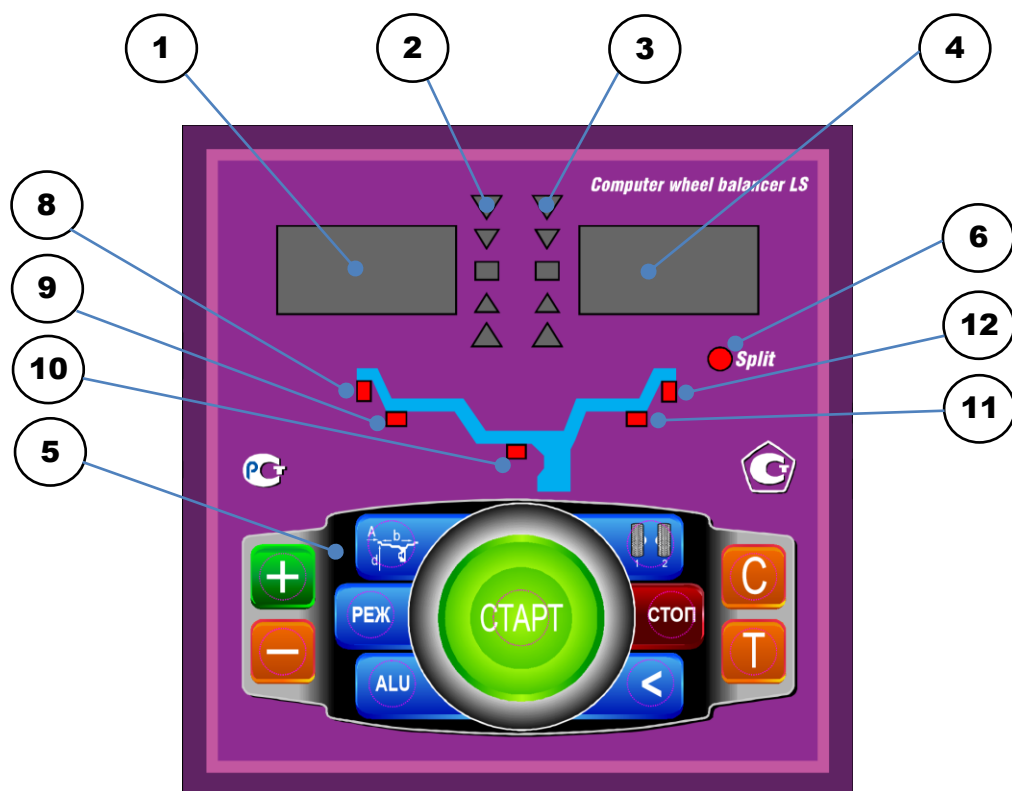

рис.8.1.
8.1. Общий вид лицевой панели показан на рис. 8.1.
При выдвигении штанги на индикаторах 1 (рис. 8.1) отображается значение параметра "А". Значение параметра "d" отображается на индикаторах 4.
Для ввода ширины нажмите кнопку "+" или "-" на индикаторах 1(рис.8.1) высветится "-b-", а на индикаторах 4 значение ширины диска. Через 2-3 сек после установки ширины индикаторы в режим отображения текущего дисбаланса.
Дважды нажать кнопку "A, d, b", после чего на индикаторах 1 (рис.8.1) загорается символ "А", а на индикаторах 4 исходная величина дистанции. Нажимая кнопки "-" и "+" установить на индикаторах 4 требуемую величину дистанции. Через 2-3 сек после установки дистанции показания на индикаторах 1 и 4 возвращаются к отображению текущего дисбаланса, а кнопки "-" и "+" возвращаются в режим ввода ширины обода.
11.1.Переключение схем ALU1-ALU5 осуществляется последовательным нажатием кнопки "ALU" при этом схема установки грузов отображается загоранием соответствующих светодиодов 8-12 (рис.8.1), кроме того, на индикаторах 1 отображаются символы ALU, а на индикаторах 4 номер 1-5. Через 2-3 сек. после установки требуемой программы ALU индикаторы 1-4 переходят в режим отображения дисбаланса.
12.3.Для входа в программу Split нажмите кнопку РЕЖ , после чего загорается светодиод 6 (рис.8.1) и на индикаторах 1 загораются символы "SPn", означающие, что необходимо ввести число спиц обода колеса, подлежащего балансировке. При этом на индикаторах 4 загорается цифра 5. Если число спиц колеса отличается от 5, кнопками "-" и "+" установить на индикаторах 4 фактическое число спиц колеса.
12.4.Запустите СБ. После останковки вала установите любую спицу обода колеса вертикально вверх (на 12 часов) и нажмите кнопку С. После чего, на индикаторе 1 и линейке 2 (рис.8.1) будут указаны величина и место установки корректирующего груза на внутренней плоскости.
Эта функция обеспечивается тем, что каждый раз при вводе новых геометрических параметров и установке требуемой программы ALU, предыдущее состояние запоминается. Для перехода от одного набора параметров к другому необходимо нажать кнопку "1-2". Визуальный контроль того, какие параметры установлены в данный момент, осуществляется нажатием "A,d,b" на индикаторах 4 (рис.8.1) будут последовательно отображены, установленные в данный момент диаметр и ширина обода и дистанция.
14.1. При включении тумблера питания СБ на индикаторах 1 (рис. 8.1) высвечивается трёхзначное число -номер версии программного обеспечения. Через 2-3 сек на индикаторах 1 и 4 должны загореться нули, кроме того должны загореться светодиоды 8 и 12, что свидетельствует о включении режима стандартной балансировки с установкой на обеих плоскостях коррекции грузиков на пружинках. На линейках 2 и 3 (рис. 8.1) должны загореться центральные светодиоды.
14.2. При включении СБ программа измерения дисбаланса настраивается таким образом, что дисбаланс менее 8 г (заводская установка) на любой плоскости коррекции не показывается, в этом случае на индикаторах 1 и 4 (рис. 8.1) высвечиваются "0". Минимальный дисбаланс отображающийся на индикаторах 1 и 4 равен 8г. Дисбаланс, превышающий 8г, округляется до величины кратной 5, т. е. дисбаланс 9, 10, 11 и 12 г отображается цифрой 10, дисбаланс 13, 14, 15, 16 и 17 г - цифрой 15 и т. д. Для просмотра неокруглённого значения дисбаланса или дисбаланса менее 8г. необходимо нажать кнопку "<", при этом на индикаторах 1 и 4 на 2-3 сек высвечиваются фактические значения дисбаланса, определённые в данном запуске.
14.5.1. Поднимите защитный кожух. Вручную поворачивайте колесо, при этом свечение светодиодов на линейках 2 и 3 (рис. 8.1.) будет перемещаться, и в какой-то момент на одной из линеек загорятся все светодиоды и цвет их свечения сменится на зелёный.